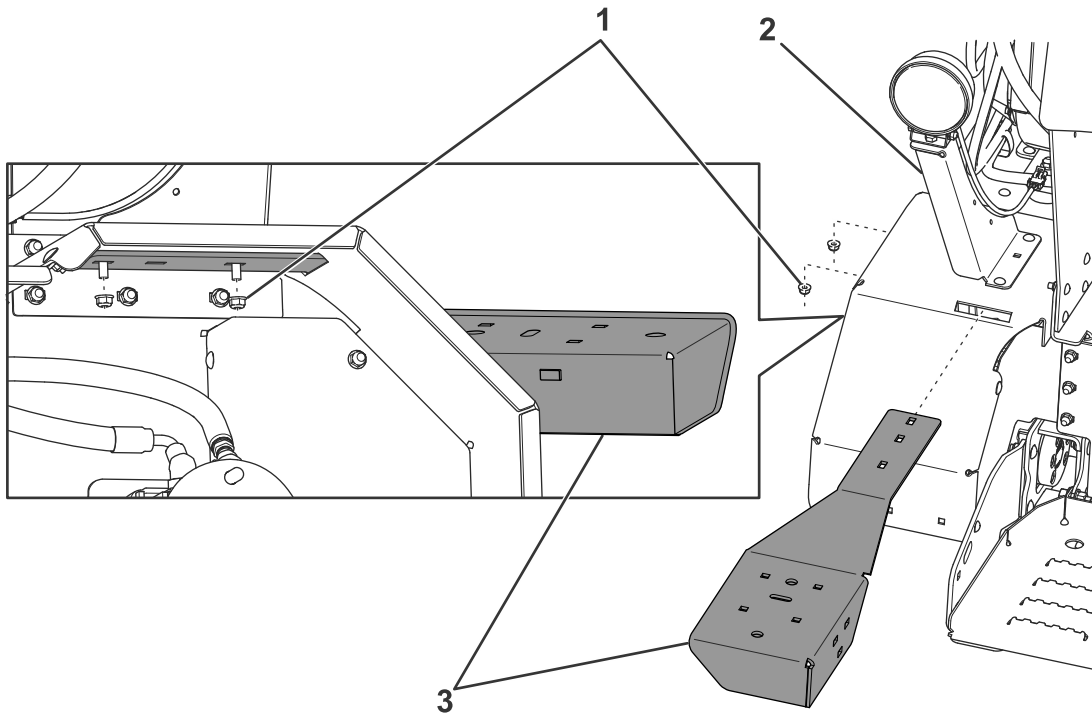

Figura 2
4. Retire las tuercas que sujetan el soporte de la luz trasera a la máquina (Figura 2).
5. Introduzca el soporte izquierdo del recipiente a través de la ranura del guardabarros y sujételo a la máquina usando las fijaciones del soporte de la luz trasera (Figura 2).